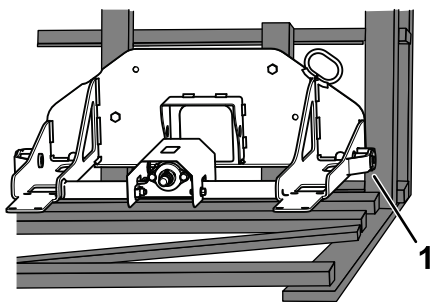

Figura 10
1. Îndepărtați uruburile care fixează ansamblul plăcii de montare la nivelul cutiei (Figura 10).